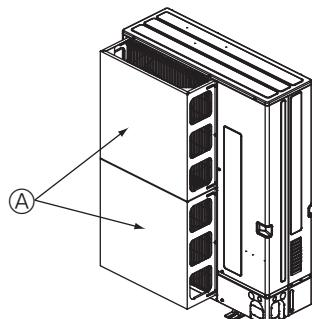
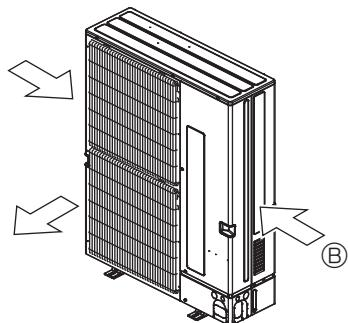

Fig. 2-5
Fig. 2-6
- ② Установіть додатковий повітропровід, якщо блок встановлено в місці, де сильні вітри внаслідок тайфунів можуть перешкоджати циркуляції повітря через отвір для виходу повітря. (Fig. 2-5)
- ③ Випускний повітропровід
- ④ Розмістіть блок так, щоб повітря виходило по можливості перпендикулярно до сезонного напряму вітру. (Fig. 2-6)
- ⑤ Напрямок вітру